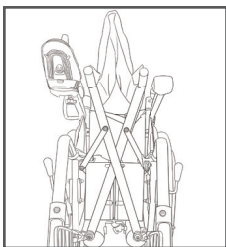
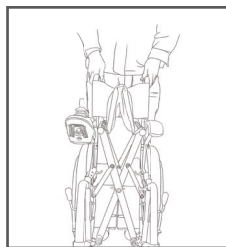
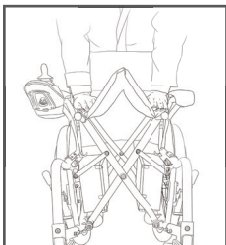
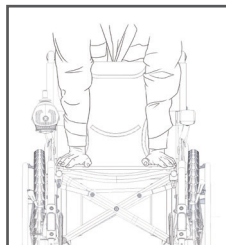

Figura 3
Figura 4
Figura 5
Figura 6
- Saque la silla de ruedas eléctrica de la caja. Levante el respaldo plegado, presione los tubos del respaldo del asiento a ambos lados, abra la silla de ruedas eléctrica hasta que el cojín del asiento y el cojín del respaldo estén completamente expandidos. Consulte la Figura 3, Figura 4, Figura 5 y Figura 6.